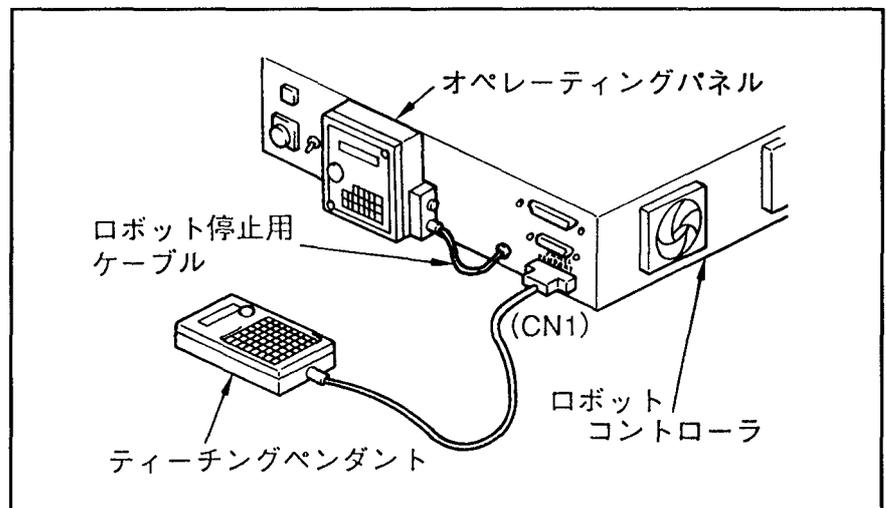

図4-1 ティーチングペンダントの接続
- ①ロボットコントローラの電源が切れていることを確認してください。(ON状態の場合は、OFFにしてください)
- ②図4-1に示すようにロボットコントローラの「PANEL PENDANT」コネクタ (CN1) に接続してあるオペレーティングパネルの通信用ケーブルをはずし、ティーチングペンダントのケーブルを接続してください。